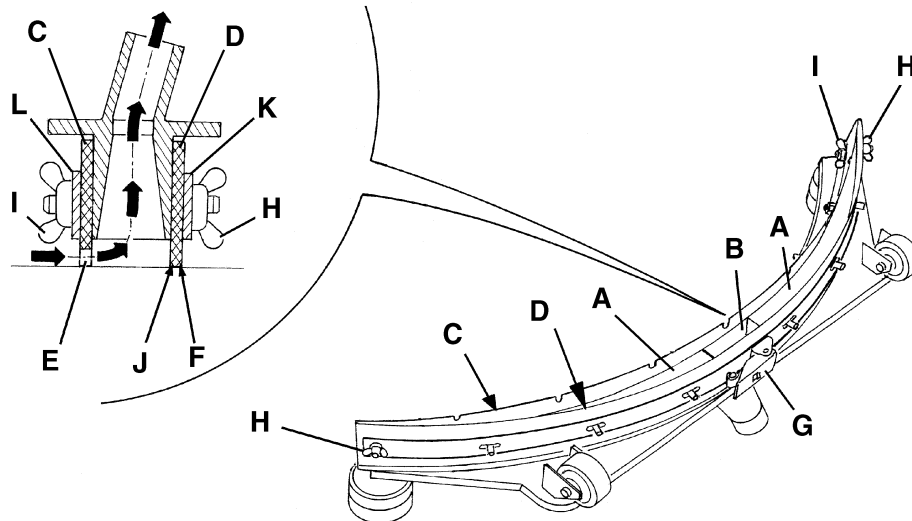
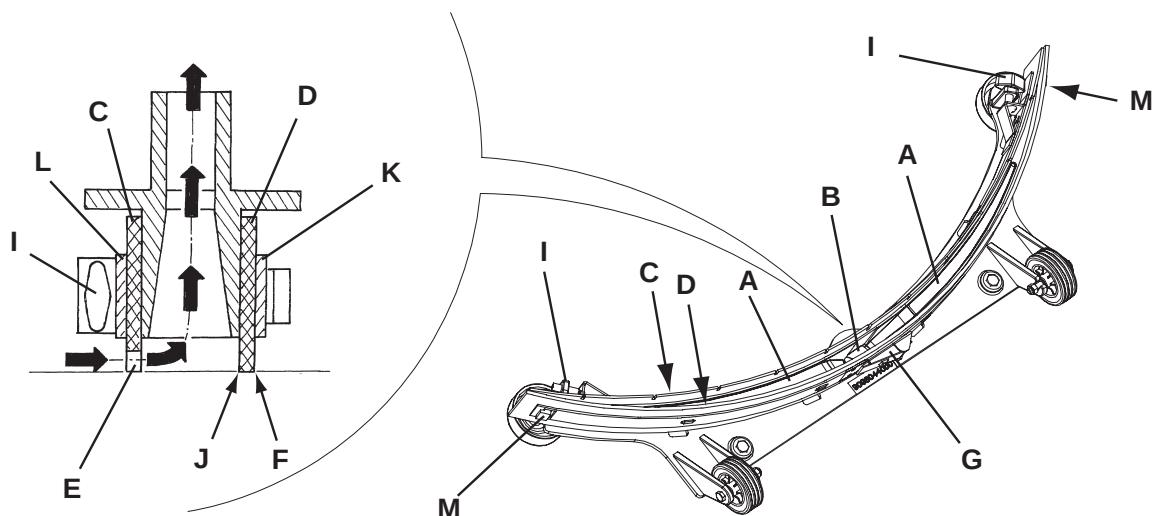

Figure 5
Figure 6
2. Positionner la clé de contact (80) sur "0".
3. Baisser l'embouchure (25) au moyen du levier (10).
4. Desserrer les boutons (26) et déposer l'embouchure (25).
5. Déconnecter le tuyau d'aspiration (15) de l'embouchure.
6. Laver et nettoyer l'embouchure en acier (Fig. 5) ou en aluminium (Fig. 6). Nettoyer en particulier les compartiments (A, Fig. 5 ou 6) et l'orifice (B). Contrôler que la lamelle en caoutchouc avant (C) et la lamelle en caoutchouc arrière (D) sont intactes et qu'elles ne présentent pas de coupures ou déchirures ; en cas contraire, les remplacer (voir la procédure au paragraphe suivant).
1. Nettoyer l'embouchure en acier (Fig. 5) ou en aluminium (Fig. 6) comme indiqué au paragraphe précédent.
2. Contrôler que les bords (E, Fig. 5 ou 6) de la lamelle en caoutchouc avant (C) et les bords (F) de la lamelle en caoutchouc arrière (D) se posent simultanément sur le marbre de contrôle, et en toute leur longueur ; en cas contraire, régler leur hauteur en procédant selon les instructions suivantes :
- Dégager le tirant (G, Fig. 5 ou 6) et desserrer les écrous papillons (H, Fig. 5) ou décrocher les dispositifs de retenue (M, Fig. 6) ; régler la lamelle en caoutchouc arrière (D, Fig. 5 ou 6), puis serrer les écrous papillons ou accrocher les dispositifs de retenue et engager le tirant.
- Desserrer les boutons (I) et régler la lamelle en caoutchouc avant (C, Fig. 5 ou 6), puis serrer les boutons.
3. Contrôler que la lamelle en caoutchouc avant (C, Fig. 5 ou 6) et la lamelle en caoutchouc arrière (D) sont intactes et qu'elles ne présentent pas de coupures ou déchirures ; en cas contraire, les remplacer en procédant comme suit. Contrôler que l'arête (J) de la lamelle en caoutchouc arrière n'est pas usée ; en cas contraire, tourner la lamelle en caoutchouc, en remplaçant l'arête usée avec l'une des trois arêtes intactes. Si toutes les arêtes sont usées, remplacer la lamelle en caoutchouc en procédant comme suit :
- Dégager le tirant (G), déposer les écrous papillons (H) ou décrocher les dispositifs de retenue (M), remplacer la bande de retenue (K) et remplacer/tourner la lamelle en caoutchouc arrière (D).